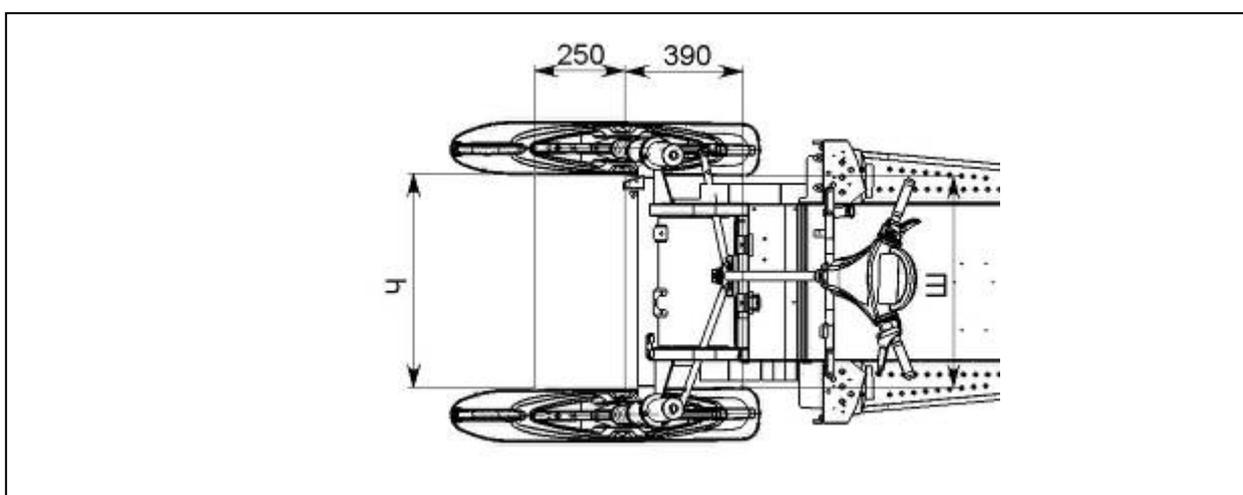

Рисунок 30 – Регулировка схождения лыж
- вращением рулевых тяг добейтесь, чтобы при положении лыж "прямо-вперед" расстояние Ч (рисунок 30) между передними концами лыж было больше на 10 мм, чем расстояние Ш между задними концами лыж ($Ч-Ш=10$ мм);